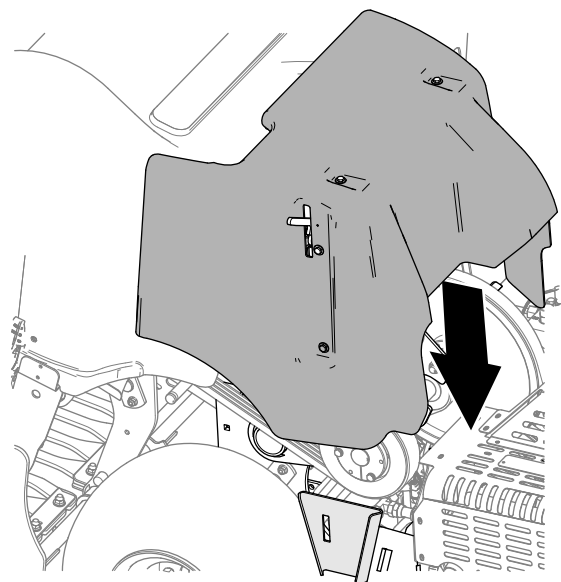

Figura 134
2. Coborâți capacul curelei (Figura 134).